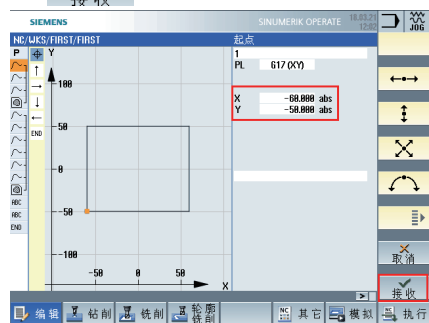

图 5
(1) 定义外形轮廓：选择  按钮，在垂直菜单中选择 ，在弹出的新建轮廓对话框中输入“1”，即可进入轮廓定义参数对话框，（将光标置于输入框内按下操作面板上“等号键”即可调出计算器，可完成数值的计算，按下“接收”键，退出计算器）定义轮廓的参数如图 5 所示，定义完后按下  键，退出轮廓定义对话框。